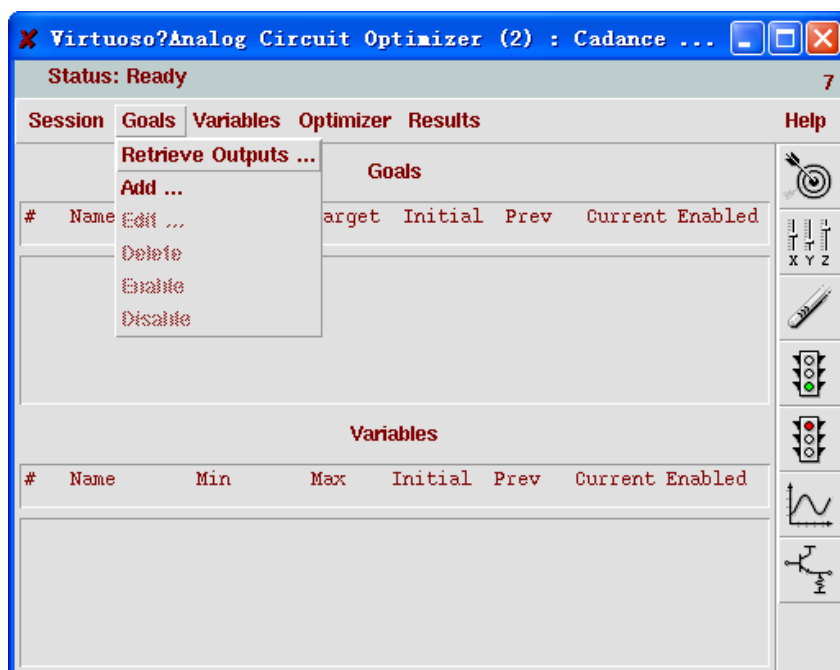
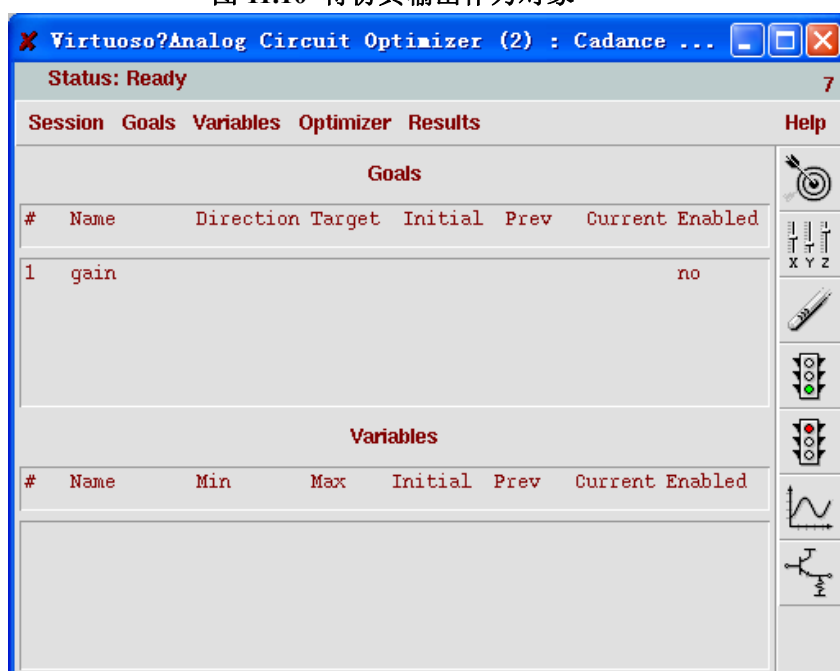

图 11.10 将仿真输出作为对象
图 11.11 “gain” 做为输出对象
- 1) 在“Virtuoso® Analog Circuit Optimizer”窗口菜单中选择“Goals→Retrieve Outputs”。然后在“ADE”窗口中定义的输出，将作为对象出现在“Goals Pane”中，这个对象默认是关闭的，即在“Enable”栏中显示“no”。图 11.10 和图 11.11 分别显示了操作和操作结果。